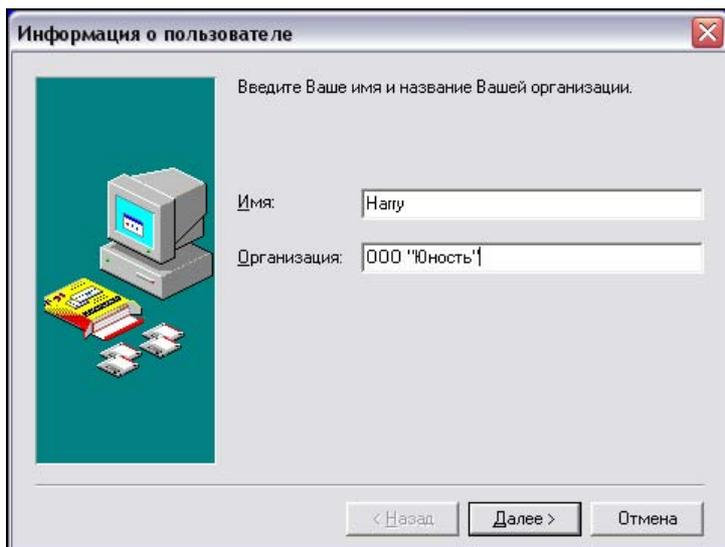

Рис. 1.3. Ввод информации о пользователе
6. Следующее окно — **Информация о пользователе** (рис. 1.3). Здесь вводится имя пользователя и название организации. Затем нажимаем кнопку **Далее**.